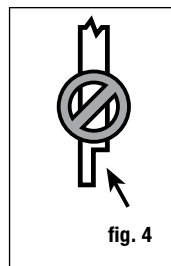

fig. 4
**Étape 2** Installez les poteaux du garde-corps avant d'installer les planches de terrasse. Les poteaux du garde-corps de 10 X 10 cm (4 x 4 po) en cèdre ou pin traité sous pression, fournissent la force structurale pour le garde-corps. La longueur de chaque poteau est déterminée par la largeur totale de solive (généralement 18,4 cm (7 1/4 po)) + l'épaisseur du patio (2,5 cm (1 po)) + hauteur du garde-corps (91,4 cm (36 po)) + espacement pour le capuchon du poteau (3 cm (1,25 po)) = 115,6 cm (45 1/2 po). **Important : Ne faites pas d'encoche dans les poteaux de 4x4 du garde-corps. Cela réduirait la force du poteau et pourrait mener à une défaillance ou l'écrasement du garde-corps (fig. 4).**
**Étape 5** Taillez les manchons de poteaux à leur longueur. Les manchons de poteaux devraient être d'au moins 3,6 cm (1-1/2 po) plus long que la hauteur du garde-corps (fig. 4). Exemple : Pour un garde-corps de 91 cm (36 po) de haut, découpez le manchon à au moins 97 cm (38 1/2 po), mais pouvant être laissé plus long si vous le désirez. Glissez un manchon de poteau taillé sur chaque poteau de garde-corps. Les manchons des poteaux devraient glisser facilement sur ceux-ci. **NE FORCEZ PAS** le manchon sur le poteau. Les poteaux 4 x 4 vrillés ou tordus devraient être remplacés. Glissez une garniture de base de poteau (facultative) sur chaque manchon de poteau pour offrir un beau fini. *Remarque : Il est recommandé d'installer la garniture de base de poteau avant la traverse inférieure. Cependant, la conception à deux pièces permet à l'installateur d'ajouter la garniture de base de poteau après l'installation de la rampe. Pour installer, appliquez une fine couche d'adhésif clair de construction pour l'extérieur, à l'intérieur de la garniture du poteau, là où elle entrera en contact avec le manchon de poteau, puis insérez en place, autour de la base du manchon de poteau.*
**Étape 2** Installez les poteaux du garde-corps d'escalier avant d'installer les giron d'escalier. Les poteaux du garde-corps de 10 X 10 cm (4 x 4 po) en cèdre ou pin traité sous pression, fournissent la force structurale pour le garde-corps d'escalier. La longueur de chaque poteau est déterminée par la largeur totale du limon + l'épaisseur du giron + hauteur du garde-corps d'escalier + espacement pour le capuchon du poteau. **Important : Ne faites pas d'encoche dans les poteaux de 4x4 du garde-corps. Cela réduirait la force du poteau et pourrait mener à une défaillance ou l'écrasement du garde-corps (fig. 4).**